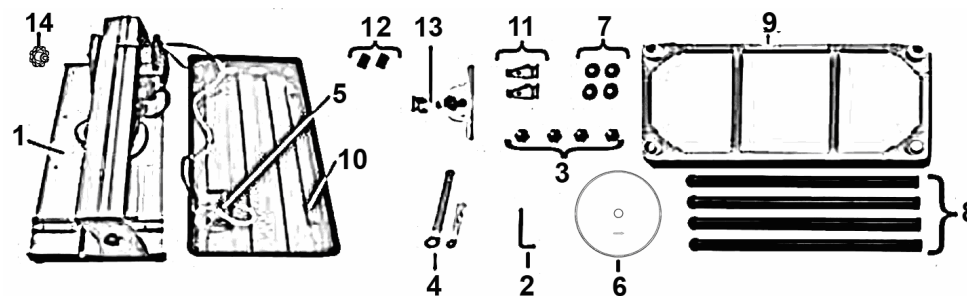
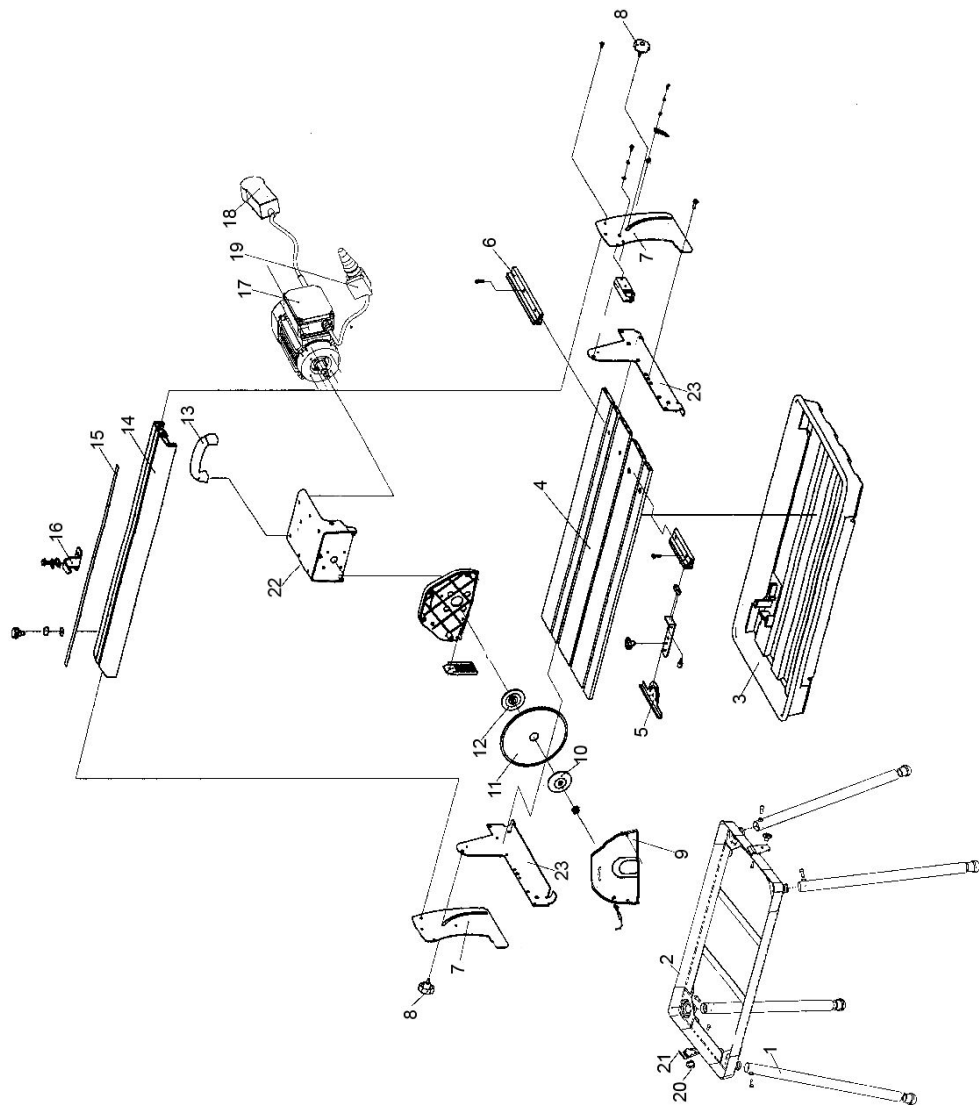

Рис.1
Рис.2
- С помощью шестигранного ключа прикрепите опорные ножки 1 болтами к основной раме 2 (рис.2), используя шайбы 7 (рис.1).
- Поместите насос водяного охлаждения 19 в поддон 3 (рис.2).
- В основание 2 установите поддон 3 и зафиксируйте его с помощью гайки 20 и фиксатора поддона 21 (рис.2).
- Установите и закрепите регулируемый упор 5 (рис.2).
- Открутите транспортировочный винт (14) (рис.1).